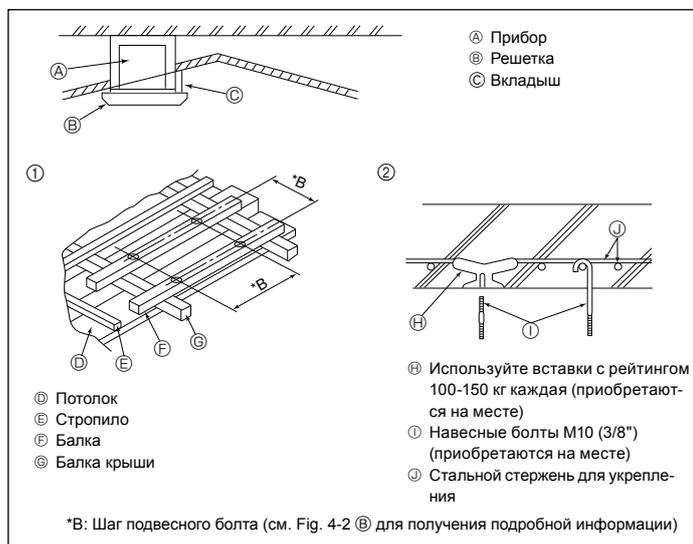

Fig. 4-4
- (A) Рекомендованная форма фланца короба (Толщина: 0,8 или более)
- (B) 3 отверстия с $\varnothing 5$
- (C) Подробный чертеж впуска свежего воздуха
- (D) Внутренний прибор
- (E) Поверхность потолка
- (F) 3 отверстия со снятием заусениц $\varnothing 2,8$
- (G) вырезное отверстие $\varnothing 73,4$
- (H) Фланец короба (подготавливается на месте)
- (I) Самонарезающий винт 4 × 10 (подготавливается на месте)
- (J) Короб
4.4. Подвесная конструкция (Обеспечьте прочность на месте подвешивания) (Fig. 4-4)